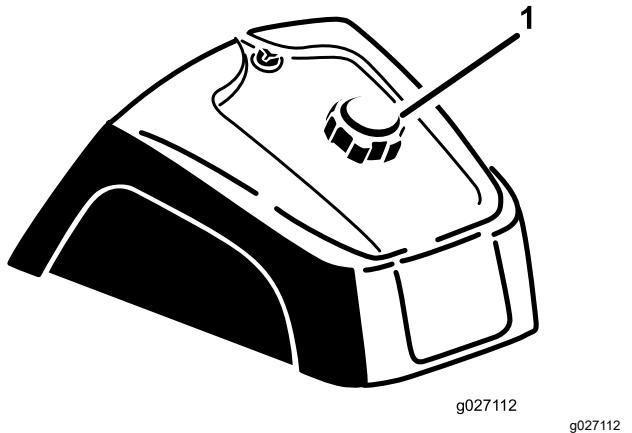

Figura 15
1. Pulite intorno al tappo del serbatoio del carburante (Figura 15).